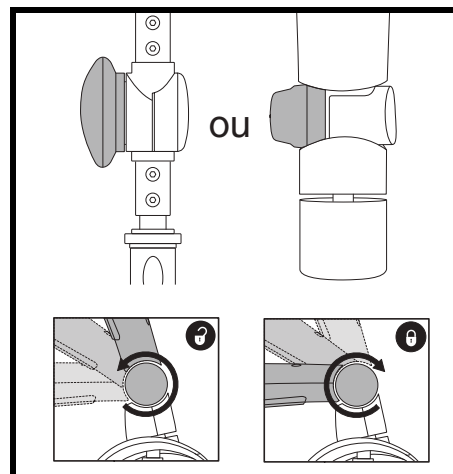

Figure 14. Réglage du guidon - Deux Variations
REGLAGE DE L'INCLINAISON DU GUIDON (VOIR LA FIGURE 14)
1. Desserrez les boutons de réglage. Voir la figure 14.